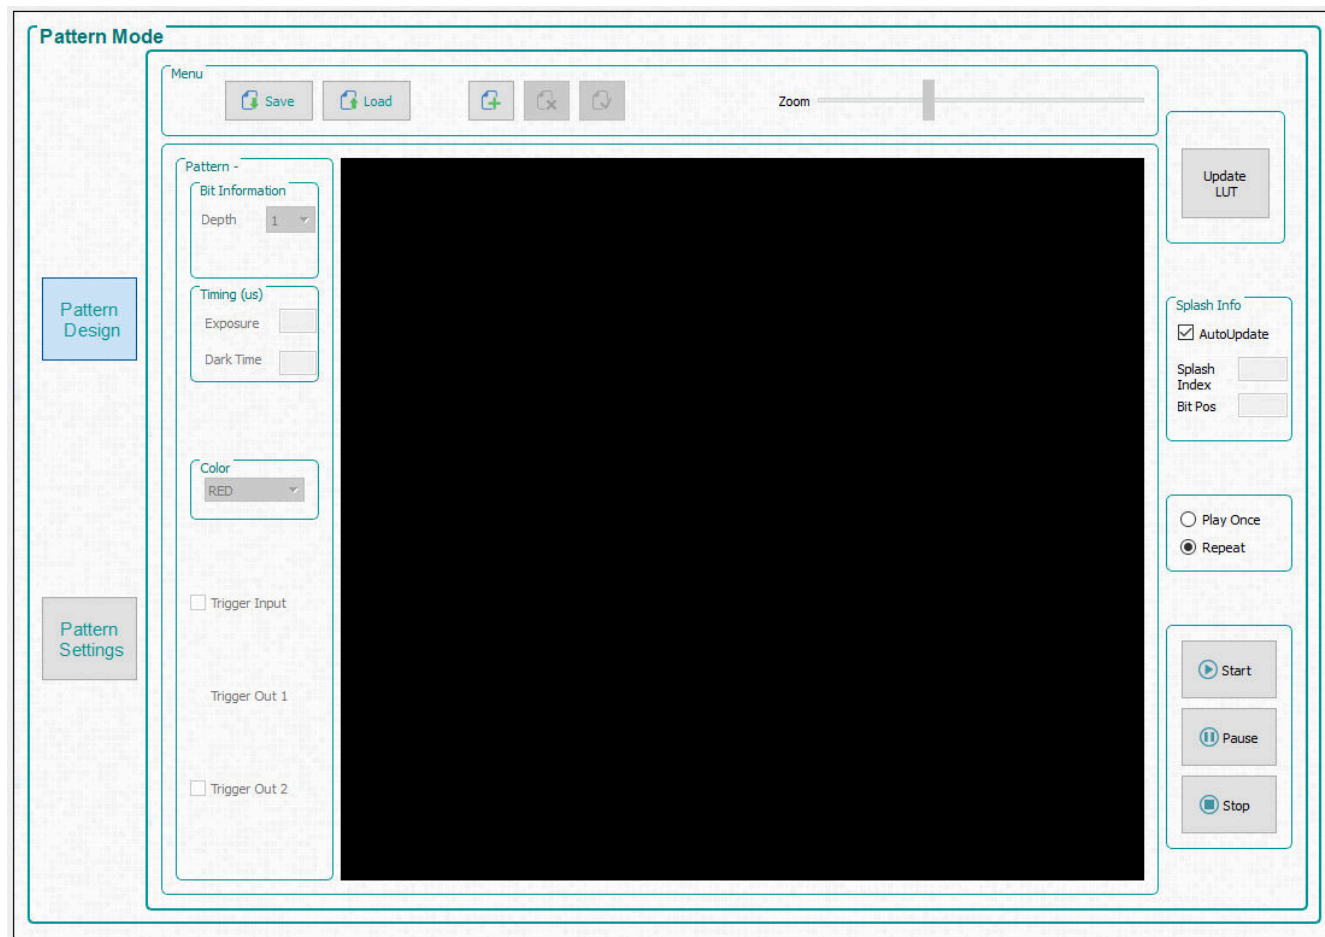

図 6-1. [Pattern Mode] パネル
1. **[Operating Mode]** グループ・ボックスで **[Pattern On-The-Fly Mode]** を選択してから、**[Pattern Design]** ボタンをクリックすると、図 6-1 に示すようなパネルが表示されます。